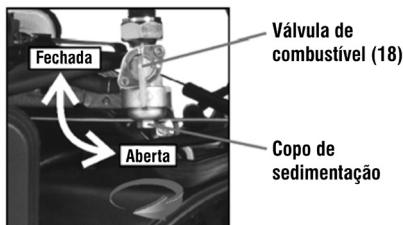

Fig. 24 – Removendo o copo de sedimentação
- Com auxílio de uma chave, remova o copo de sedimentação (fig. 24);